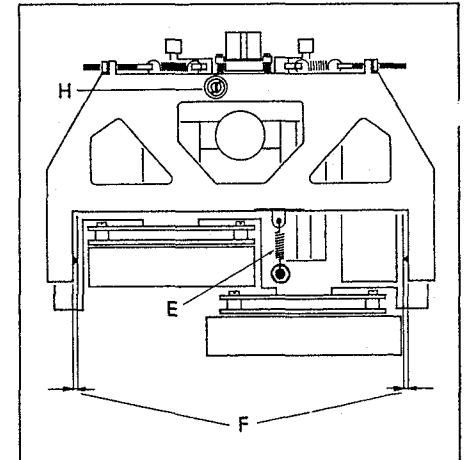

Fig. 3.3
- Der Schwenkträger muss über die Rückzugsfeder [E] geerdet sein (Fig. 3.3, Ansicht von unten).
- The pivoting carrier must be connected to ground via the retraction spring [E] (Fig. 3.3, bottom view).
- Le support des têtes doit être mis à la terre par l'intermédiaire du ressort de rappel [E] (fig. 3.3, vue de dessous).
- Kontrollieren, ob die beiden Gewindestifte an den Drehpunkten des Schwenkträgers so eingestellt sind, dass auf beiden Seiten der Abstand Schwenkträger – Doppelkapstanguss [F] gleich gross ist (Fig. 3.3).
- Ensure that the two headless setscrews at the pivoting point of the carrier are adjusted in such a manner that the clearance between pivoting carrier and dual capstan casting [F] is identical on both sides (Fig. 3.3).
- Les tiges filetées des points de rotation doivent être réglées de telle façon que la distance entre le support pivotant et le châssis du double cabestan [F] soit la même de part et d'autre (fig. 3.3).
- Die Eintauchtiefe wird mit der Einstellschraube [H] (Fig. 3.3) so eingestellt, dass das andere Ende des Mess-Schiebers sich im Bereich der eingefrästen Markierung befindet.
- Adjust engaged length by adjusting screw [H] (Fig. 3.3) in such a manner that the opposite end of the measuring slide is located within the area of the milled marking.
- Ajustez la profondeur de pénétration à l'aide de la vis [H] (fig. 3.3) de façon à ce que l'autre extrémité du curseur soit en face du repère fraisé.